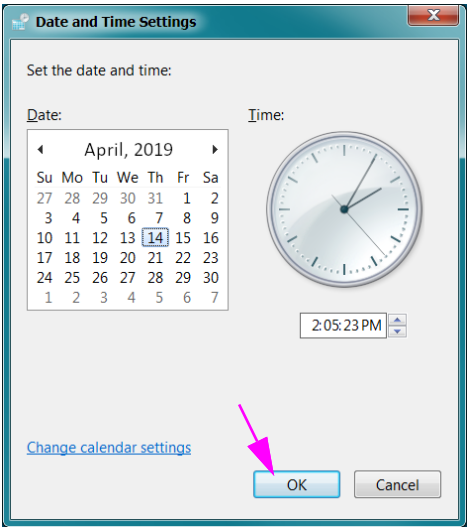

图 2-32. Date and Time Settings（日期和时间设置）对话框
2. 单击 **Change Date and Time...**（更改日期和时间...）按钮。出现 Date and Time Settings（日期和时间设置）对话框。请参见图 2-32。